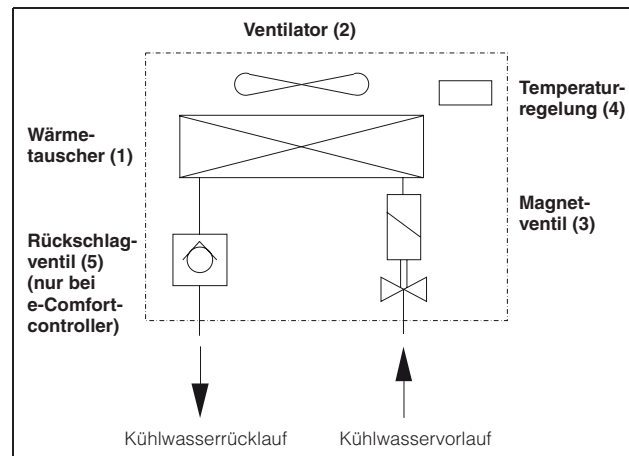

Abb. 2: Luft/Wasser-Wärmetauscher
Der Luft/Wasser-Wärmetauscher besteht aus den Hauptbestandteilen (vgl. Abb. 2): Wärmetauscherpaket (1), Lüfter (2), Magnetventil (3), Temperaturregelung (4) sowie Rückschlagventil (5).